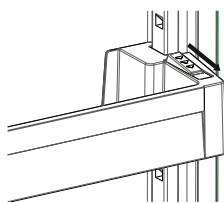

Fig.1
**Para alterar a disposição da Adapti-Lift;** segure na parte de baixo da prateleira e puxe os botões na lateral da prateleira de porta na direção da seta (Fig.1)